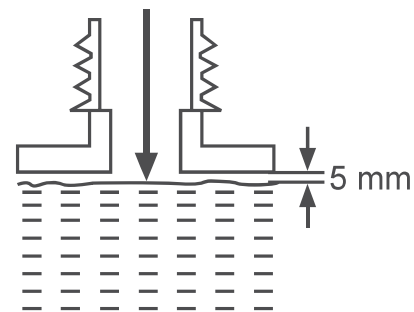

Fig. 17
3. Introduzca el lubricante adecuado en el depósito utilizando un embudo de aceite con filtro para evitar la entrada de suciedad en el depósito. No llene el depósito en exceso; deje aproximadamente 5 mm de espacio entre la parte superior del aceite y el borde interior del depósito para permitir que el aceite se expanda (Fig. 17).